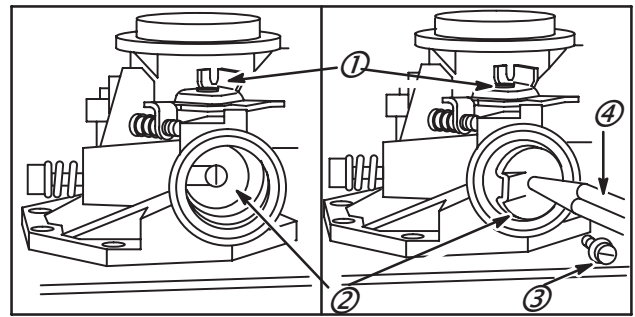

Fig. 22
L'axe du papillon, Fig. 22, est déposé en dévissant la vis de réglage du ralenti et en retirant la vis du papillon (3). Après la dépose du volet, il faut soulever l'axe du papillon. Papillon (1), volet de papillon (2), crayon (4).